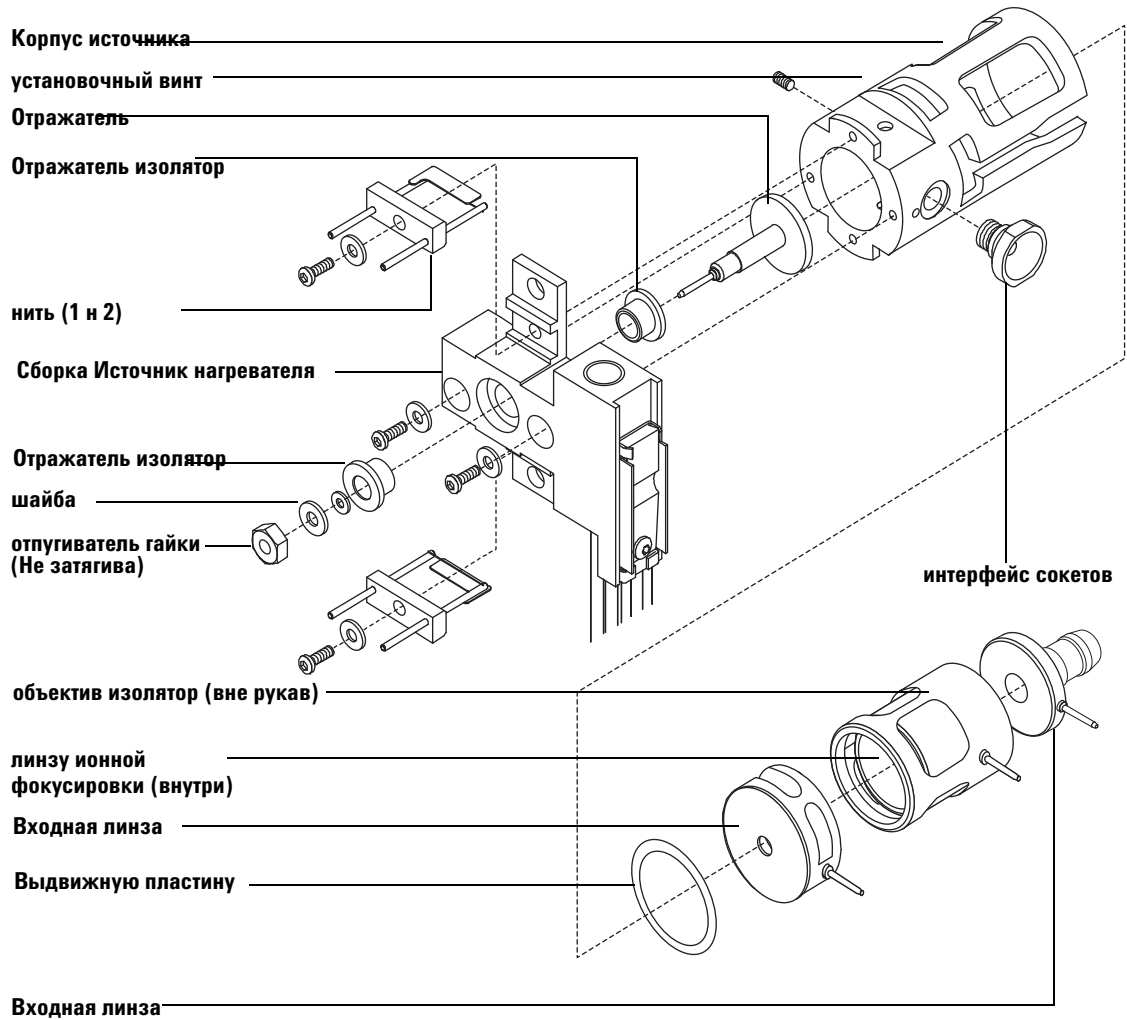

Рис. 22 Разборка ионного источника ЭУ с экстрактором
- 3 Отделите блок нагревателя источника от корпуса источника, сняв два винта. Блок нагревателя источника включает нагреватель, отражатель и дополнительные детали. (См. **Рис. 22.**)
- 4 Разберите блок отражателя, сняв гайку отражателя, шайбы, керамические изоляторы и отражатель. (См. **Рис. 22.**)
- 7 Удалите линзы из корпуса источника и отделите изолятор линзы, линзу ионной фокусировки, экстракторную линзу, изолятор линзы и входную линзу. (См. **Рис. 22.**)